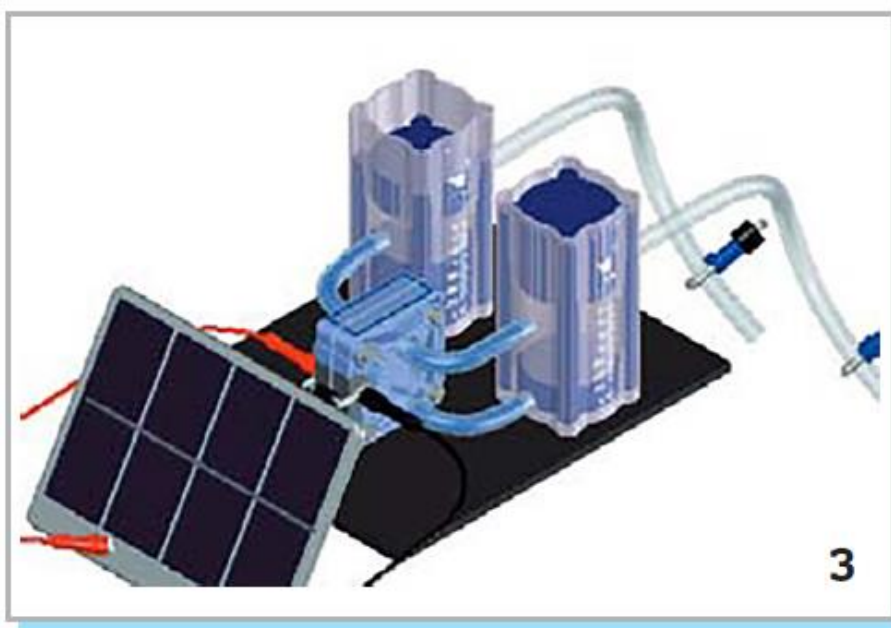

図 3 注意 : ガスタンクがいっぱいになると、余分なガスがオーバーフロータンクから大気中へ放出されます。
2. 電流は水を水素と酸素に 2 : 1 の割合で分解します。ガスはガスタンク下部に蓄えられ、そこにある水が上部のオーバーフロータンクへ移動します (図 3)